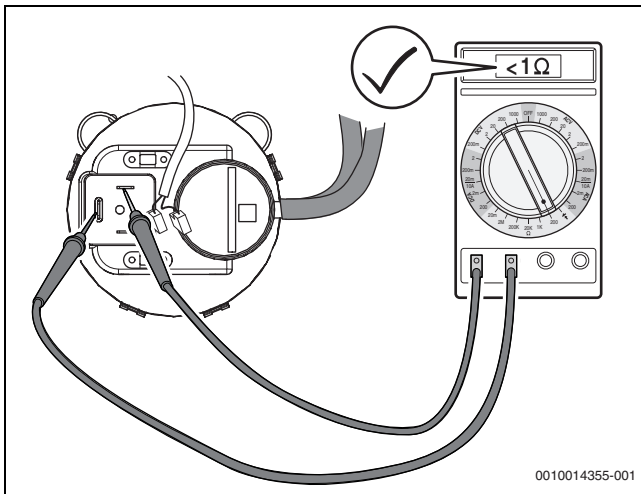
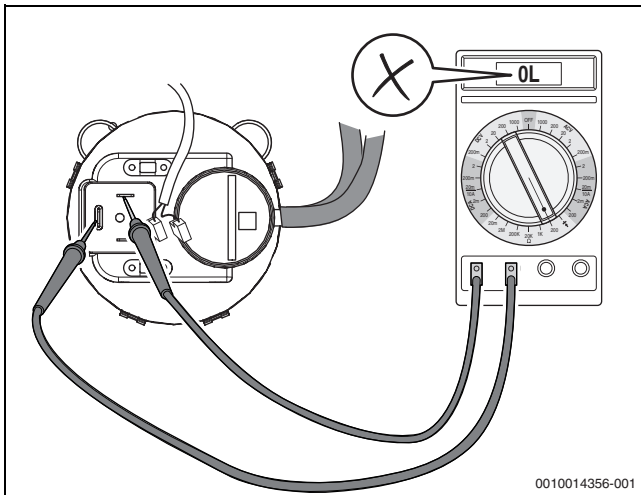

Bild 74 Differenzdruckwächter auf Durchgang prüfen (Differenzdruckwächter in Ordnung)
Bild 75 Differenzdruckwächter auf Durchgang prüfen (Differenzdruckwächter **nicht** in Ordnung)
- ▶ Elektrische Anschlussleitungen am Differenzdruckwächter abziehen und Widerstand an den Kontakten messen (→Bild 74). Wenn der gemessene Wert $< 1 \text{ Ohm}$ beträgt (oder Signalton, je nach Messgerät), ist der Differenzdruckwächter in Ordnung. Wenn kein Wert oder ein Widerstand $> 1 \text{ Ohm}$ angezeigt wird (→Bild 75), Differenzdruckwächter austauschen.